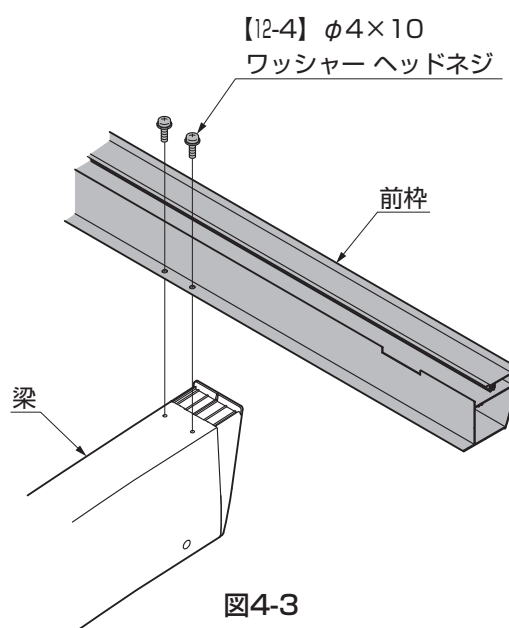

図4-3
④前枠を梁に【12-4】で取付けてください。(図4-3参照)